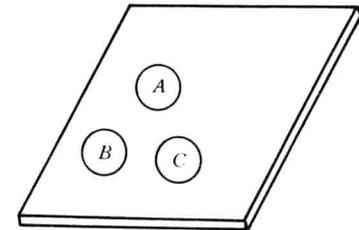

图 1.1
9. 在一块薄板上，有 A、B、C 三处凸起，如图 1.1 所示，应如何手工矫正？